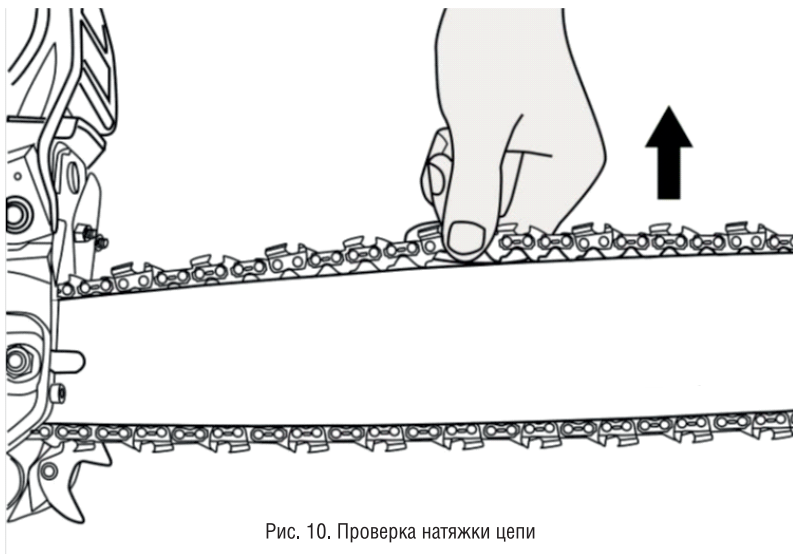

Рис. 10. Проверка натяжки цепи
8. Проверьте степень натяжки цепи, оттянув ее от шины. Цепь считается натянутой правильно, если, потянув вверх, ее можно приподнять на 5 (пять) миллиметров (рис. 10)